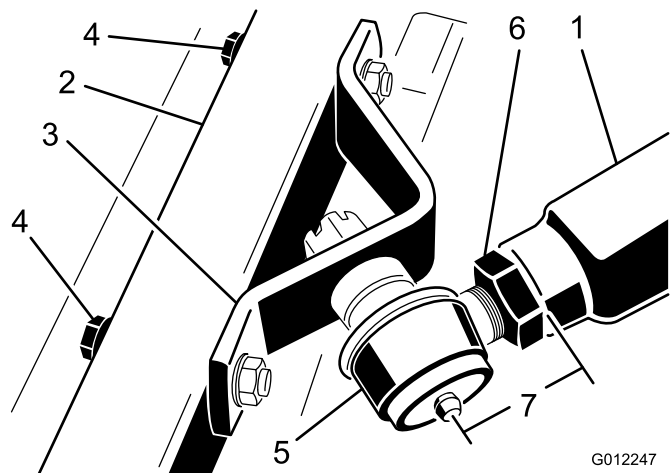

Figure 6
3. Mesurez l'écart entre le bout du bras de poussée droit et le centre de la rotule (graisseur) (Figure 6). La distance doit être de 70 mm. Si l'écart n'est pas 70 mm, desserrez l'écrou de blocage qui fixe la rotule au bras de poussée et tournez la rotule dans un sens ou dans l'autre jusqu'à ce que l'écart correct soit obtenu (Figure 6). Ne serrez pas l'écrou de blocage à ce stade.
6. Serrez le grand écrou de blocage qui fixe la rotule au bras de poussée (Figure 6). Lors du serrage de l'écrou de blocage, maintenez la rotule bien droite pour permettre une oscillation correcte pendant le relevage et l'abaissement du plateau de coupe. Avec précaution, enlevez le bloc de bois qui maintient le bras de poussée abaissé.